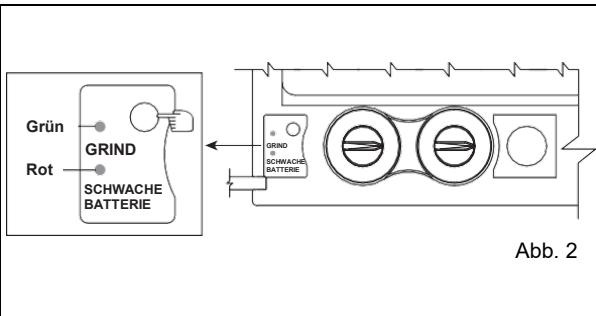

Abb. 2
Diese ADF-Kassette wird über eine Solarzelle und eine (1) CR2450-Lithiumbatterie mit Strom versorgt. Wenn die Anzeige an der Filterlinse rot leuchtet (siehe Abb. 2) muss die Batterie ersetzt werden.
Drücken Sie die Taste TEST, um die ausgewählte Verdunkelungsstufe vor dem Schweißen zu überprüfen (siehe Abb. 2). Beim Lösen der Taste kehrt das Sichtfenster automatisch zum Hellzustand zurück (DIN 3.5-Verdunkelung).
Bei Einstellung des Verdunkelungsknops auf GRIND ist die Verdunklungsfunktion deaktiviert, sodass eine klare Sicht zum Schleifen einer Schweißung mit Gesichtsschutz durch den Helm verfügbar ist (siehe Abb. 4). In dieser Situation blinkt die Anzeige alle 3 Sekunden grün (siehe Abb. 2). Vergessen Sie nicht, die Verdunklungsfunktion wieder zu aktivieren, bevor Sie die Schweißarbeit fortsetzen.